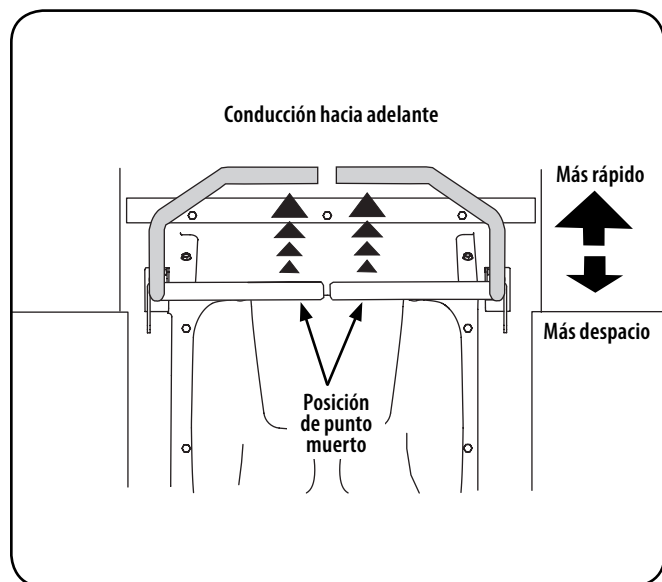

Figura 11
1. Mueva las palancas de control lenta y suavemente hacia adelante. El tractor comenzará a desplazarse hacia adelante. Vea la Figura 11.